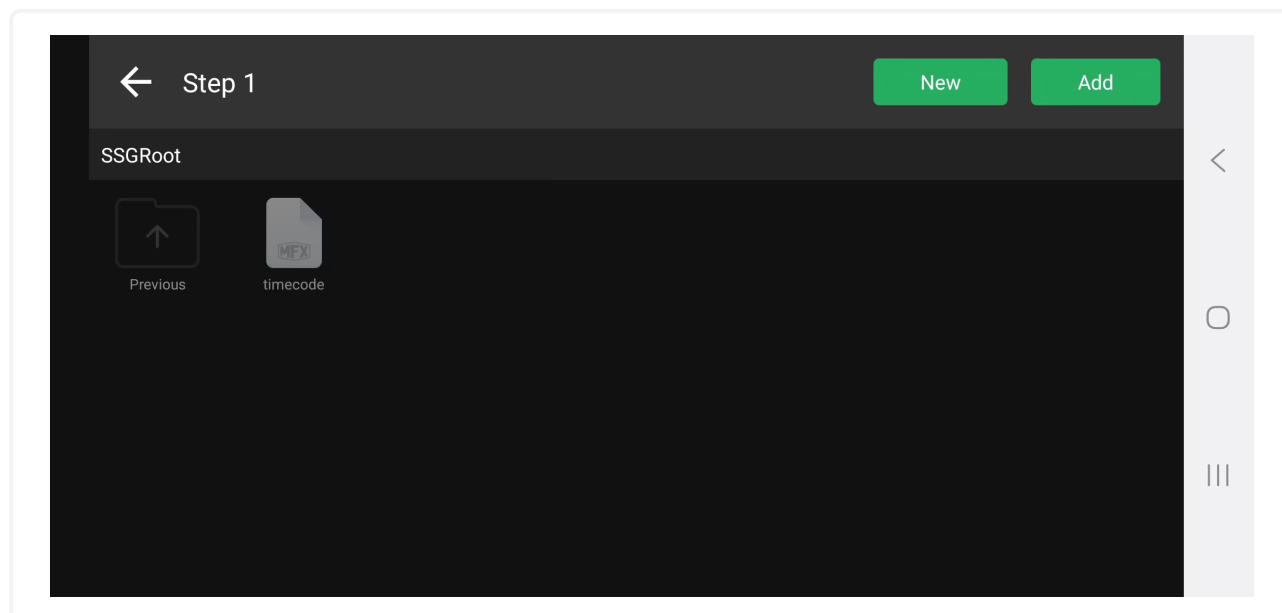

Рис. 60: Экран выбора файла программ Time Code
3. В открывшемся окне программ, выбрать файл с настройками Time Code (см. рис. 60) и нажать на кнопку Add